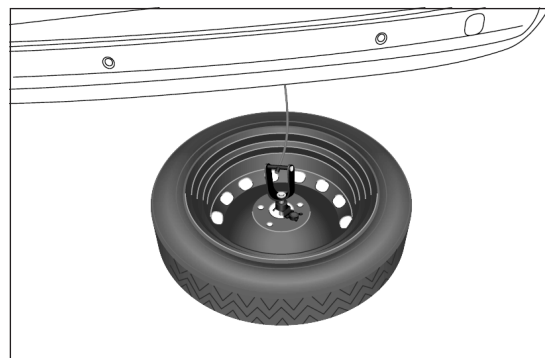

fig. 30
- utiliser la clé pour traîner la roue hors de la voiture fig. 30 ;